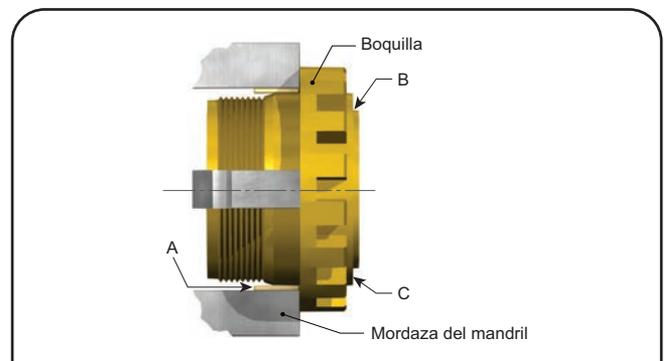

Figura 16: Mecanizado de los asientos de boquilla
1. Sujete la boquilla en un portabrocas independiente de cuatro mordazas (o pinza, si corresponde) usando una pieza de material blando como cobre o fibra entre las mordazas y la boquilla como se muestra en A (Figura 16).
2. Rectifique la boquilla de modo que las superficies marcadas B y C funcionen dentro de 0.001" (0.03 mm) en el indicador (Figura 16).